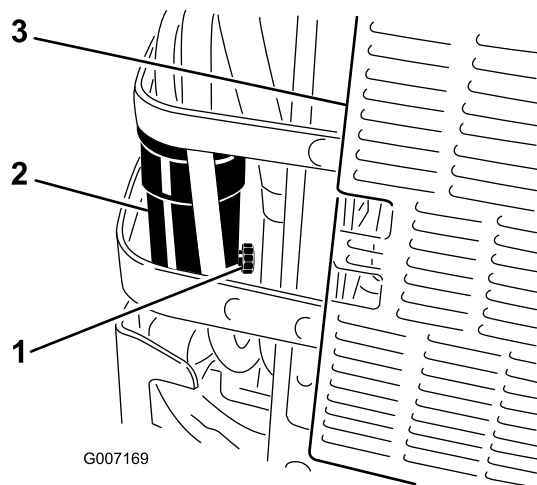

Bild 46
6. Öffnen Sie das Ablassventil am Wasserabscheider um ca. eine Umdrehung, damit das Wasser und andere Verunreinigungen ablaufen können (Bild 46).
7. Schließen Sie das Ablassventil, wenn Diesel austritt (Bild 46).